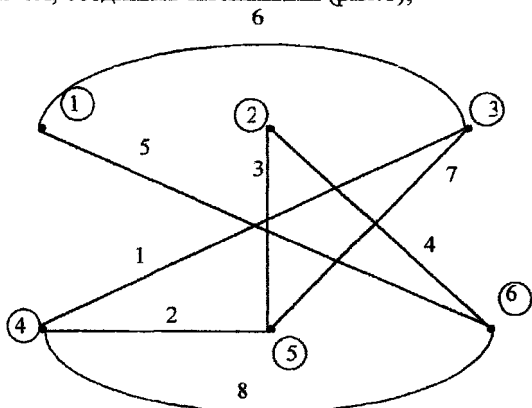

Рис. 1.
- расположить данные шесть узлов в указанном порядке и в соответствии с вариантом, соединить их линиями (рис. 1);